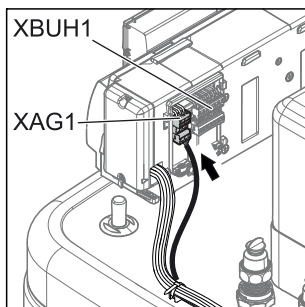
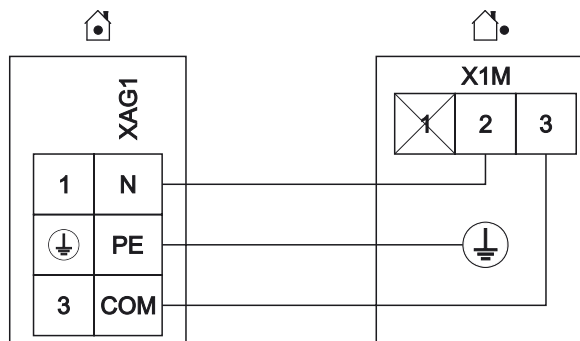

Fig. 4-28 Realizzare i collegamenti elettrici sul retro dell'alloggiamento (vedere sezione 4.5.1).
Fig. 4-30 Collegamento pompa di calore esterna
- Collegare la pompa di calore esterna alla morsetteria XAG1 (vedere fig. 4-28, fig. 4-30).